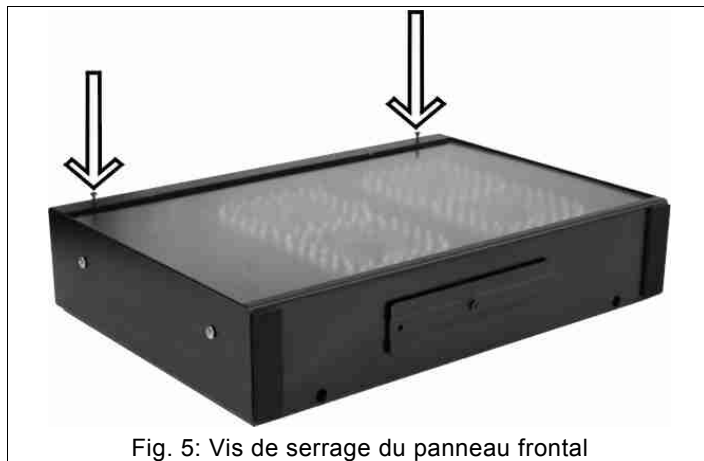
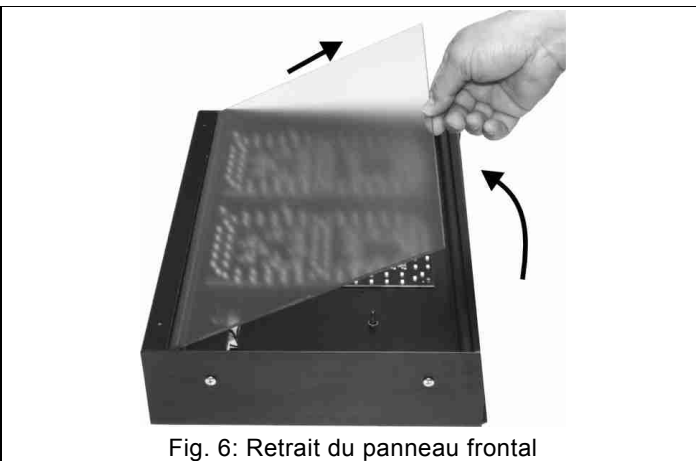

Fig. 5: Vis de serrage du panneau frontal
Fig. 6: Retrait du panneau frontal
2. Dévissez les 2 vis montrés sur la Fig. 5 et enlevez le panneau frontal transparent (Fig. 6).
2. Dévissez les 2 vis montrés sur la Fig. 5 et enlevez le panneau frontal transparent (Fig. 6)